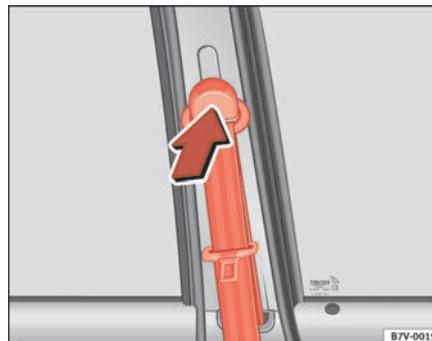

Fig. 21 Ubicación del regulador de la altura del cinturón
- Presione el dispositivo de reenvío en la zona superior ⇒ fig. 21 en el sentido que indica la flecha.